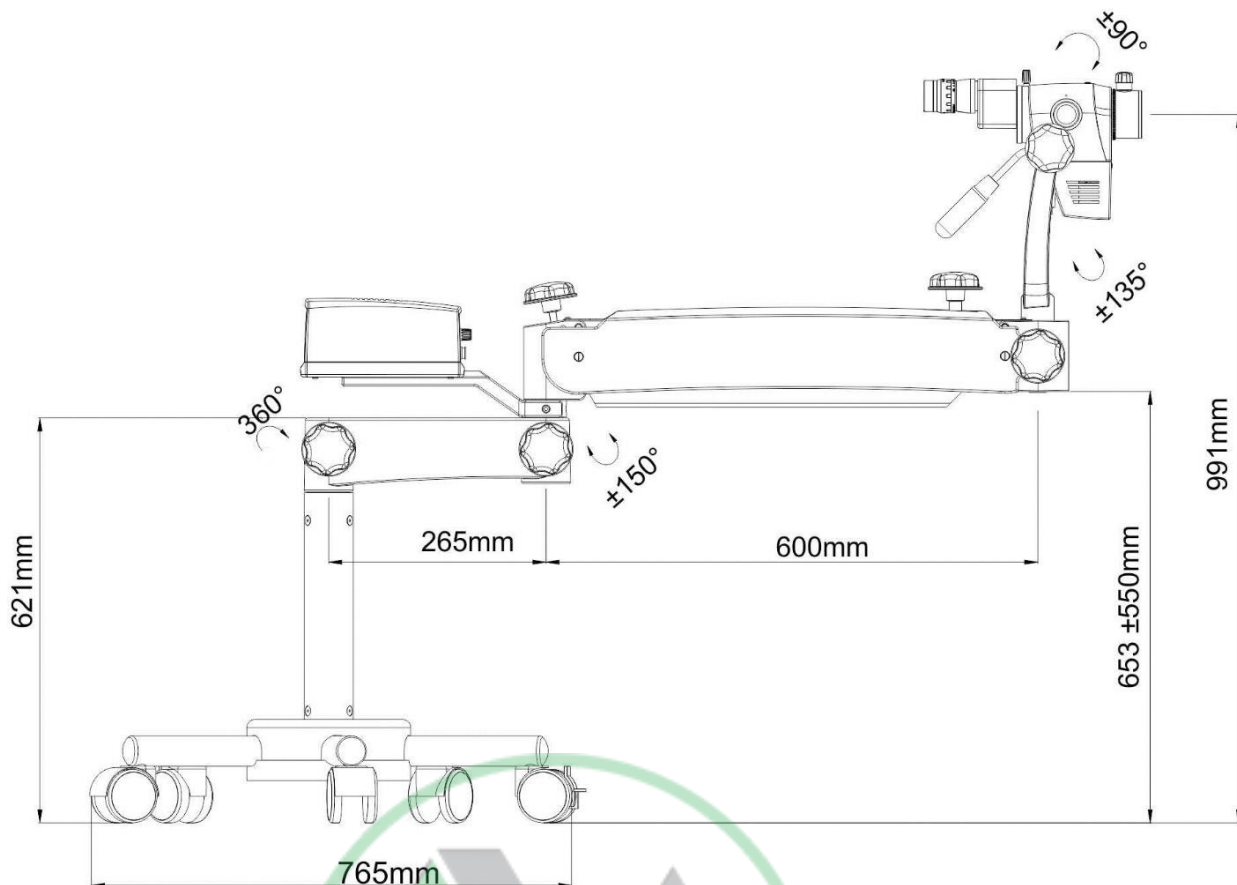

Рис. 1
- 2.28 Перемещение движущихся частей и размеры микроскопа (Рис. 1)